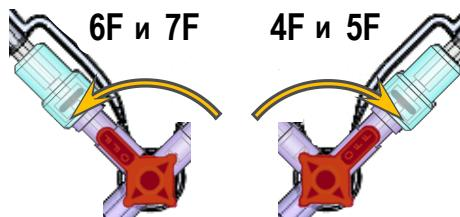

Рис. 4 — запорный кран выбора клапана DyeVert
- a. В зависимости от размера катетера, который используется для выполнения процедуры, и в соответствии с расходом жидкости, как указано на рис. 1, установите запорный кран выбора клапана в соответствующее положение «4F и 5F» или «6F и 7F» (см. рис. 4).